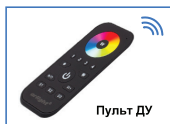

Рис.1. Схема подключения RGB гибкого неона или светодиодной ленты.
- 3.3. Подключите RGB гибкий неон или светодиодную ленту с напряжением питания 220В к выходу **DC OUTPUT** контроллера (Рис.1)